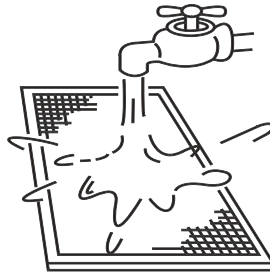

Figura 50
b. O lado da entrada de ar deve ficar voltado para baixo quando se utiliza água limpa. (Consulte a Figura 50)